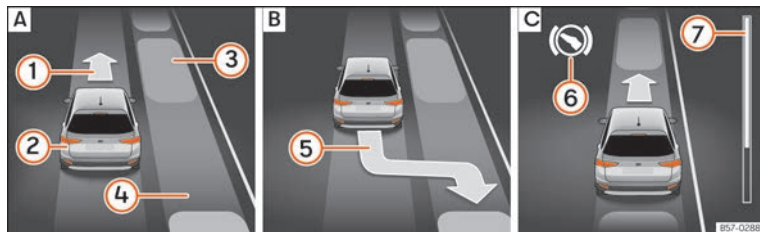
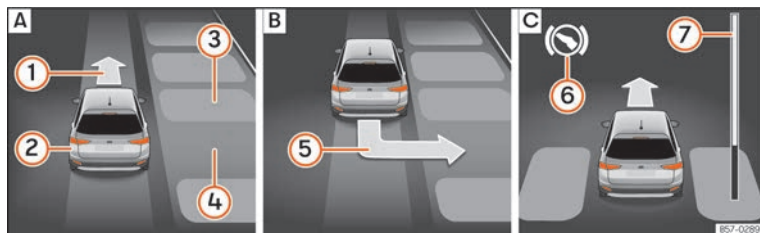

Fig. 251 En la pantalla del cuadro de instrumentos: aparcar en línea. [A] Buscar un hueco de aparcamiento. [B] Posición para aparcar. [C] Maniobrar.
Fig. 252 En la pantalla del cuadro de instrumentos: aparcar en batería. [A] Buscar un hueco de aparcamiento. [B] Posición para aparcar. [C] Maniobrar.
Legenda de la **fig. 251** y **fig. 252**:
La barra de progreso >>> **fig. 251** ⑦ y >>> **fig. 252** ⑦ muestra simbólicamente en la pantalla del cuadro de instrumentos la distancia relativa que aún queda por recorrer. Cuanto mayor es la distancia, más llena está la barra de progreso. Al circular marcha adelante, el contenido de la barra de progreso disminuye hacia arriba, y
2.	Mire en la visualización de la pantalla del cuadro de instrumentos si se ha detectado el hueco como "apropiado" y si ha alcanzado la posición correcta para aparcar » fig. 251 [B] o » fig. 252 [B]. El hueco habrá sido considerado "apropiado" si en la pantalla del cuadro de instrumentos aparece la indicación de aparcar (5).
6.	Retroceda hasta que suene la señal continua del ParkPilot. O BIEN: retroceda hasta que en la pantalla del cuadro de instrumentos aparezca la indicación de dar marcha adelante » fig. 251 [C] o » fig. 252 [C]. O BIEN: retroceda hasta que en la pantalla del cuadro de instrumentos aparezca el mensaje Park Assist finalizado . La barra de progreso (7) indica la distancia que hay que recorrer » pág. 300.
7.	Pise el pedal del freno hasta que el sistema de aparcamiento asistido termine de realizar los giros del volante. O BIEN: hasta que se apague el símbolo (8) en la pantalla del cuadro de instrumentos.
9.	Dé marcha adelante hasta que suene la señal continua del ParkPilot. O BIEN: dé marcha adelante hasta que en la pantalla del cuadro de instrumentos aparezca la indicación de dar marcha atrás. El sistema de aparcamiento asistido dirige el vehículo marcha adelante y marcha atrás hasta centrarlo en el hueco » fig. 251 [C] o » fig. 252 [C].